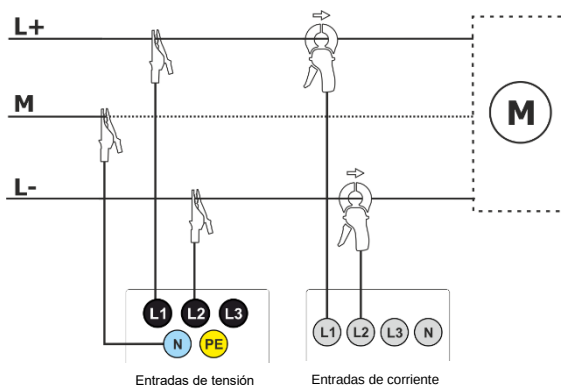

Fig. 26. Esquema de conexión - sistema de DC+M (bipolar).
- DC+M – sistema de dos tensiones con potencial central (Fig. 26)